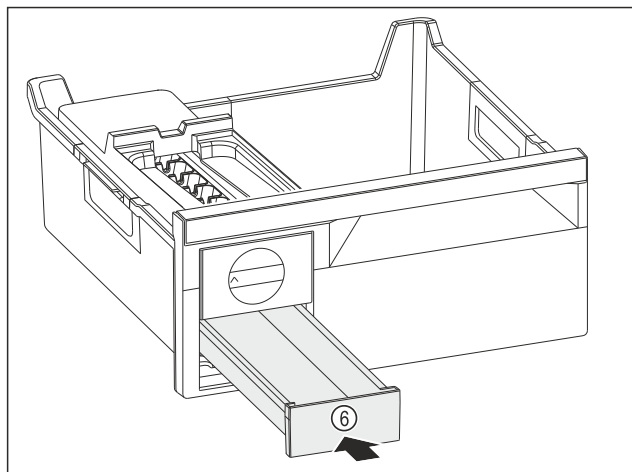

Fig. 162
- Eiswürfelschubfach Fig. 162 (6) einschieben.